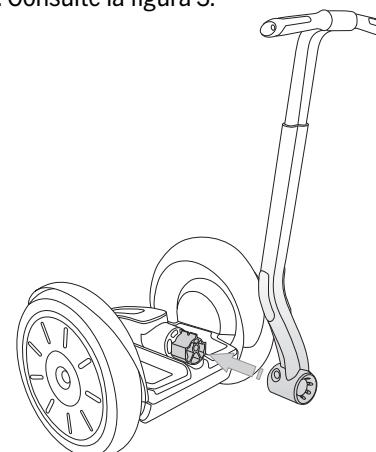

**Figura 2.** Cómo soltar la barra de dirección LeanSteer del conjunto basculante de la base
3. Incline la barra LeanSteer hacia la izquierda y la derecha todo lo que pueda hasta que se suelte. Puede que oiga y sienta un chasquido cuando el conjunto de la abrazadera de cuña se suelte del conjunto basculante de la base. Consulte la figura 2.